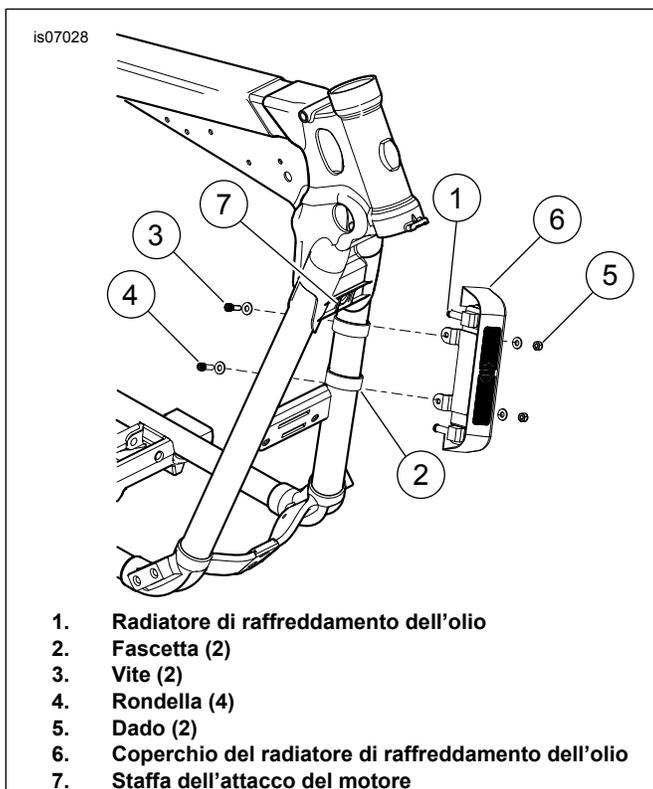

Figura 2. Montaggio del gruppo del radiatore di raffreddamento dell'olio
1. Vedere Figura 2. Prendere dal kit due morsetti (2), due viti a esagono incassato (3), quattro rondelle (4) e due dadi (5). Installare il radiatore di raffreddamento dell'olio (1) sul tubo discendente sinistro. Allineare il lato piatto dei morsetti verso l'esterno. Posizionare la staffa superiore a una distanza non superiore a 31,8 mm (1.25 in) dalla base della staffa dell'attacco del motore (7). Serrare le viti a 10,2–13,5 N·m (96–120 in-lbs).